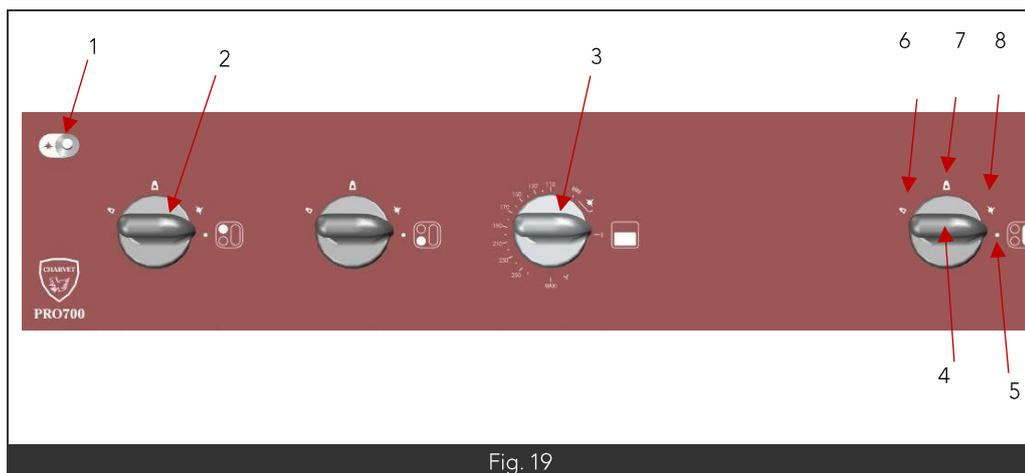

Fig. 19
- Pousser et tourner la manette de commande correspondant au brûleur vers la gauche jusqu'à la position veilleuse (Fig19 Rep8).
- Appuyer à fond sur la manette, en même temps présenter une flamme après avoir retiré le tampon de la plaque coup de feu ou agir sur le bouton poussoir d'allumage (Fig19 Rep1) pour les appareils équipés de cette option.
- La veilleuse allumée, tourner la manette sur la gauche jusqu'à la position débit maxi (Fig19 Rep7), le brûleur fonctionne à sa puissance nominale.
- En tournant jusqu'à la position suivant débit réduit (Fig19 Rep6) on obtient le ralenti.
- Pousser et tourner la manette de commande correspondant au brûleur (Fig19 Rep3) vers la gauche jusqu'à la position veilleuse.
- Appuyer à fond sur la manette et en même temps présenter une flamme par le trou de la sole à proximité des orifices de la veilleuse ou agir sur le bouton poussoir d'allumage (Fig19 Rep1) pour les appareils équipés de cette option.